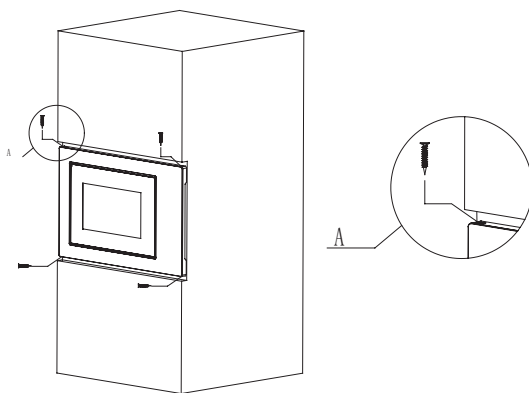

Fig.4
d) Utilize os parafusos da embalagem de peças para fixar o forno micro-ondas no armário. (Fig.4)